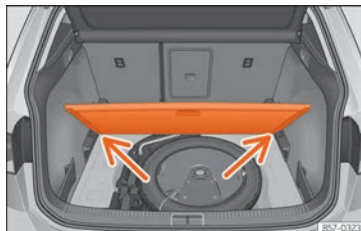

Fig. 181 Suelo variable del maletero: posición inclinada.
- Apoye el piso sobre los alojamientos previstos para tal uso » » » **fig. 181** (flechas).